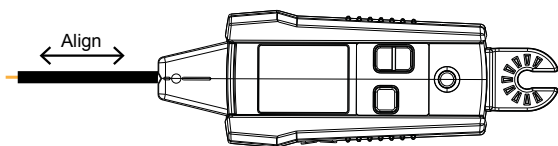

Figure 3.1f
3. Pour de meilleurs résultats lors du traçage de fils sous tension, alignez la rainure sur le capteur de pointe avec la direction du fil comme indiqué (voir figure 3.1f/g). Le signal peut ne pas être détecté si elle n'est pas alignée correctement. Pour vérifier la direction du fil, tournez de temps en temps l'AT-6000-RE de 90 degrés. L'intensité du signal sera la plus élevée si le fil est aligné avec la rainure du capteur de pointe.